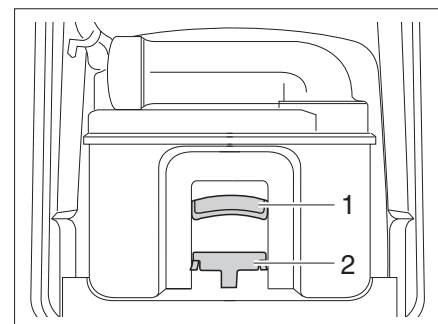

Bild 351 Thetford-kassetten
- Dra hållbygeln (Bild 351,2) framåt för att låsa upp toalett-kassetten och dra ut kassetten i handtaget (Bild 351,1).